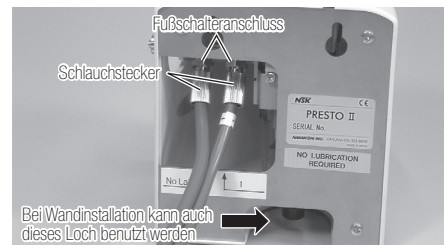

Abb.2
Lockern und entfernen Sie die Schlauchstöpsel (2 x) aus den Fußschalteranschlüssen auf der Rückseite des Steuergerätes und stecken Sie beide in die Fußschalterkabel. Führen Sie die Stöpsel so ein, dass die Schrauben ein Stück herausstehen (auf der Seite des Steuergeräts). Stecken Sie den Schlauch des Fußpedals in den Fußschalteranschluss ① der Rückseite der Einheit. Führen Sie das mit „1“ gekennzeichnete Ende jedes Schlauchs ein, wie auf der Markierung beschrieben. Ziehen Sie jetzt die beiden Schlauchstöpsel fest (Abb. 2).